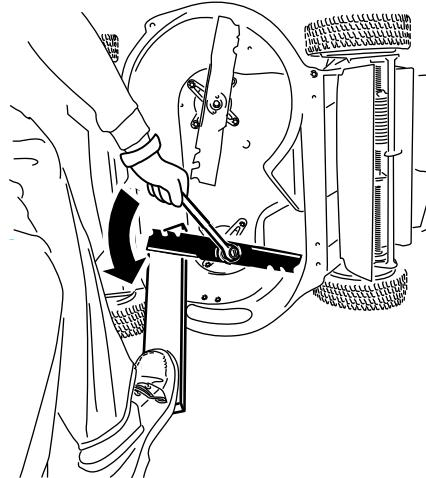

Bild 41
- Halten Sie jedes Messer mit einem Holzblock fest und drehen Sie die Messerschraube nach links, wie in Bild 41 dargestellt.